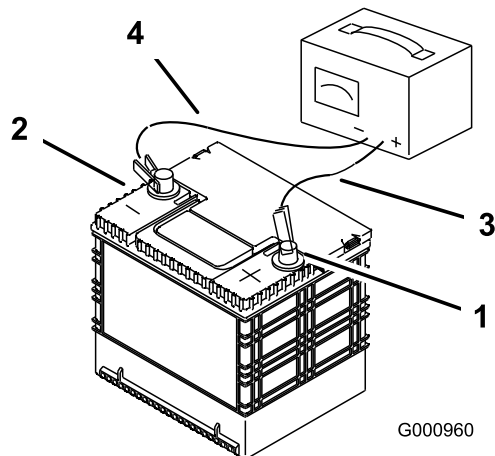

Figura 49
2. Quando la batteria è completamente carica, staccate il caricabatterie dalla presa elettrica e scollegate i cavi di ricarica dai poli della batteria (Figura 49).